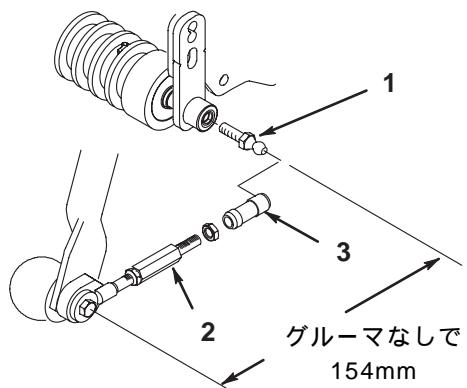

図13
4. カッティングユニットの前ローラの左右端部にボル・スタッドを取り付ける（図13）。
6. 各ボール・ジョイント・レシーバのスリーブをスライドさせ、カッティングユニットのボール・スタッドに接続する（図13）。
注：プル・リンク・アセンブリは長さ調整済みです。もし分解した場合には、図13の寸法になるように再組み立てしてください。